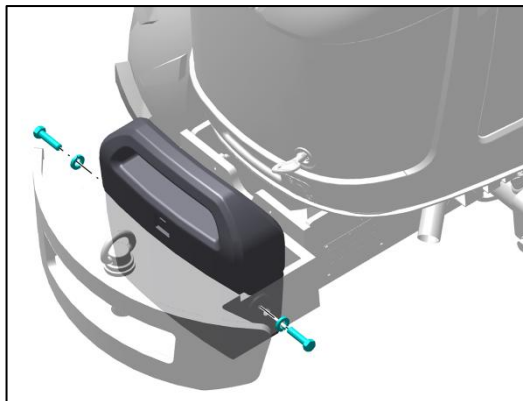

Fig. 113 - UTILISATION DE MASSES AVANT POUR AMÉLIORER LA STABILITÉ DU TRACTEUR
- Utilisez des masses avant pour améliorer la stabilité du tracteur lors du remorquage de charges lourdes ou pour contrebalancer le poids d'un outil lourd monté à l'arrière (fig. 113).